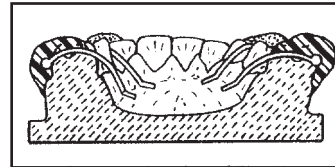

Figura 1A
1. Preparar los alambres, retenedores, mallas retentivas, etc. del modo habitual. Dejar aproximadamente 0.5 mm (0.02") de espacio entre la retención metálica y la superficie del modelo (Figura 1A). Limpiar escrupulosamente todas las porciones metálicas de los aparatos cepillándolas con líquido monómero de metilmetacrilato o bien alcohol etílico. Dejar secar al aire mientras se prepara el modelo.